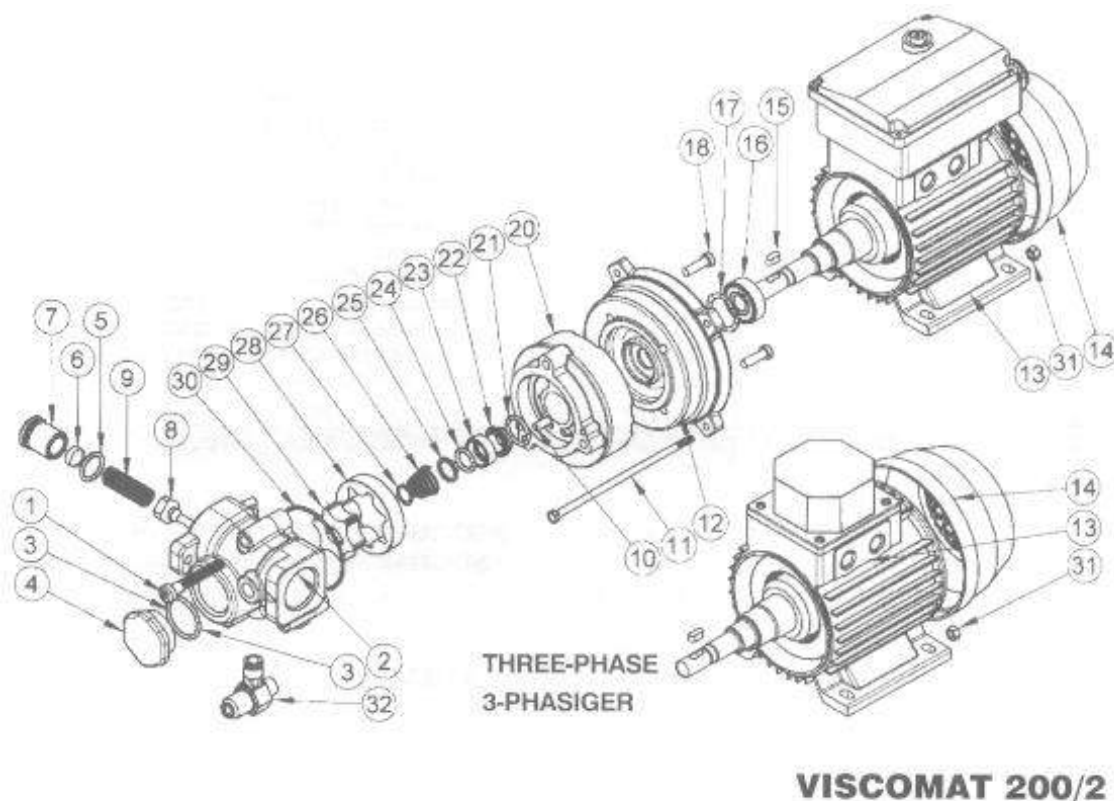
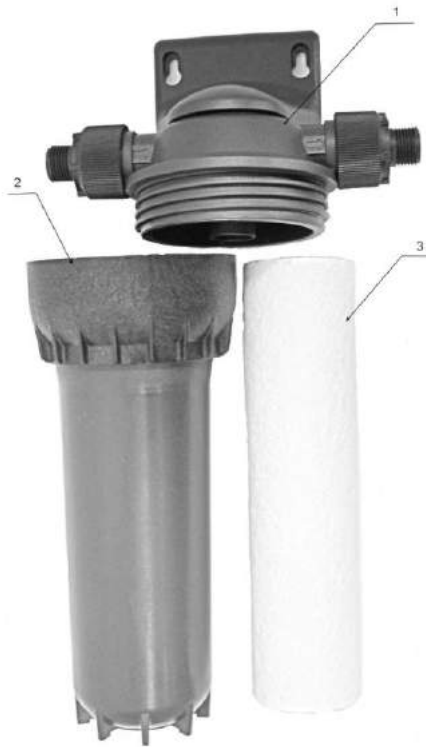

Рис. 20. Схема разборки насоса
Рис.21. Фильтр тонкой очистки топлива.
7. Проверка загрязнения фильтра топливного насоса (Рис.20) и фильтра тонкой очистки (Рис.21).
| 3 | Замена картриджа фильтра тонкой очистки Рис.20 поз.3 | Ежемесячно | Дать картриджу пропитаться не менее 20 минут. |
4.5.2 Обслуживание фильтра тонкой очистки заключается в замене фильтрующих вставок из полипропилена, размер 20", фильтрующая способность 20-25 мкм. Для замены отверните колбу фильтра (Рис.21 поз.2), от корпуса фильтра (Рис. 21 поз.1) , замените фильтрующую вставку (Рис.21 поз.3), установите колбу на место. Замена вставок производится ежемесячно при сильной загрязненности масла еженедельно.
Корпус насоса проверяется на наличие механических повреждений, масляных подтеков со стороны прокладки 4, а также проверяется герметичность болтовых соединений 1 (Рис. 20).
Очистка топливного насоса проводится ежемесячно, при сильном загрязнении топлива – еженедельно в течение всего отопительного сезона, предварительно демонтировав его, согласно пункту 4.5.1 (Рис. 20), в виде продувки фильтра сжатым воздухом. После сбора насоса, согласно пункту указанному выше, необходимо промыть его дизельным топливом.